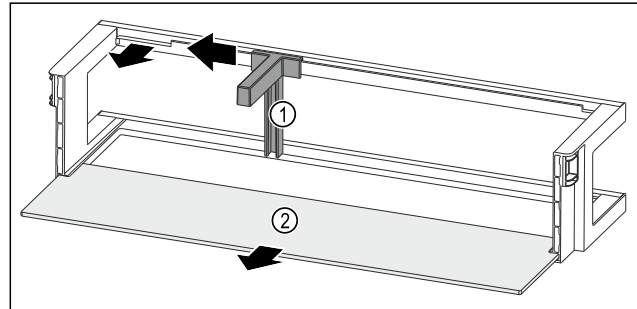

Fig. 49 Balconnet de contre-porte avec porte-bouteilles et tablette de rangement
- ▶ Pousser le porte-bouteilles Fig. 49 (1) sur le côté jusqu'à l'évidement.
- ▶ Retirer le porte-bouteilles Fig. 49 (1).
- ▶ Retirer la tablette de rangement Fig. 49 (2).